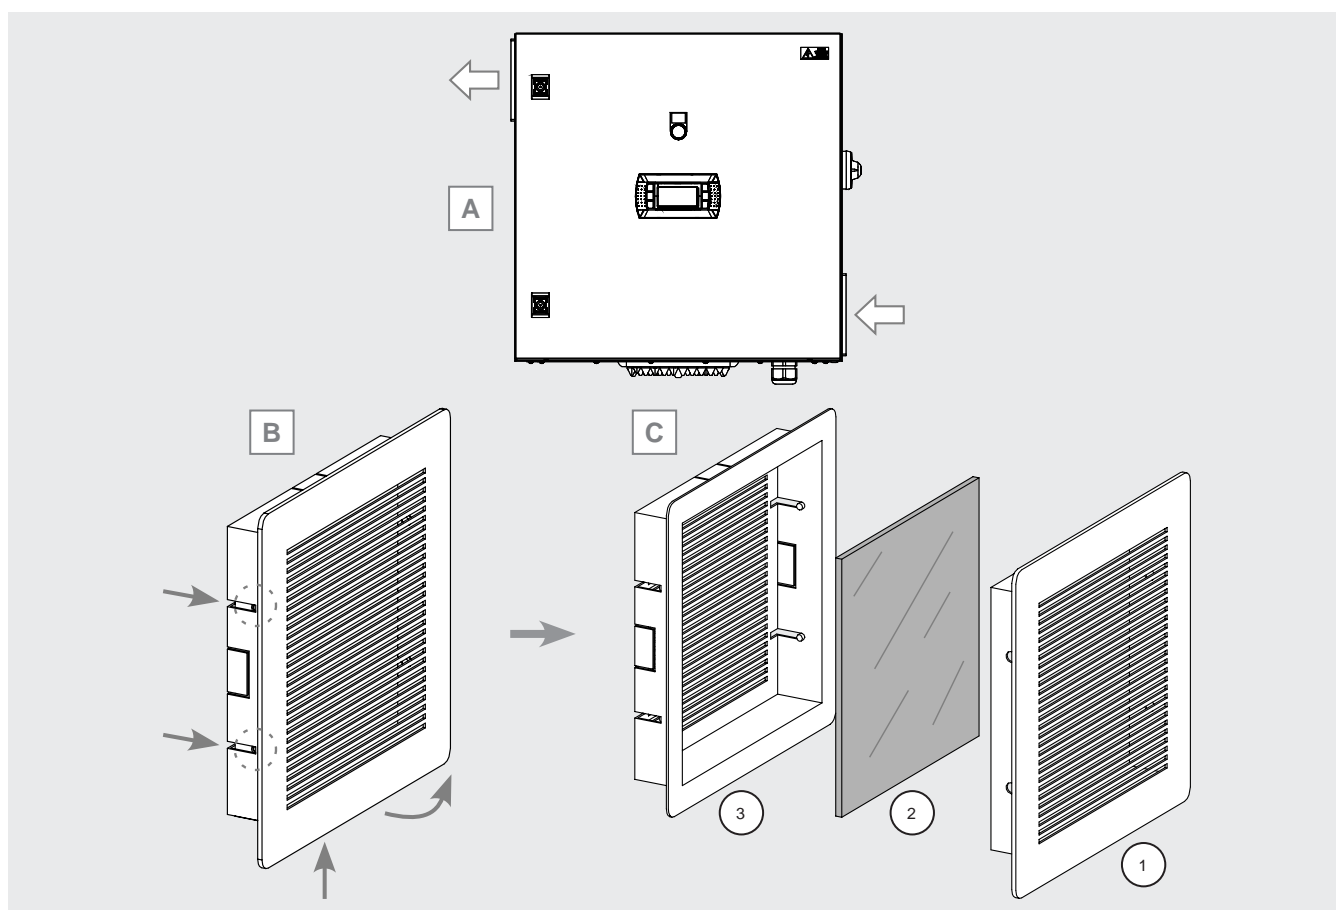

Figura 39
- individuare il punto di installazione delle griglie di aerazione. La posizione dipende dal tipo di quadro installato. Verificare la documentazione fornita con il quadro elettrico. A titolo di esempio, la griglia di ingresso dell'aria si trova sul fianco destro in basso, la griglia di uscita dell'aria è presente sul fianco sinistro in alto. Si veda la Figura 39 A.
- inserire la punta di un cacciavite a taglio nella tacca presente nel profilo inferiore della griglia (1) e sollevare delicatamente. Prestare attenzione a non rovinare le sigillature. Se necessario, fare leva delicatamente sulle intaccature laterali che fissano la griglia sul supporto (3). Si veda la Figura 39 B e C.
- asportare la griglia (1) facendo attenzione a non far cadere i filtri (2) posti sul retro. I filtri possono essere diversi a seconda del tipo di installazione. Verificare lo stato dei filtri: se necessario sostituirli. Si veda la Figura 39 B e C.
- installare di nuovo la griglia (1) e il filtro (2) facendo attenzione a fissare (1) sulle intaccature laterali del supporto (3). Si veda la Figura 39 B.